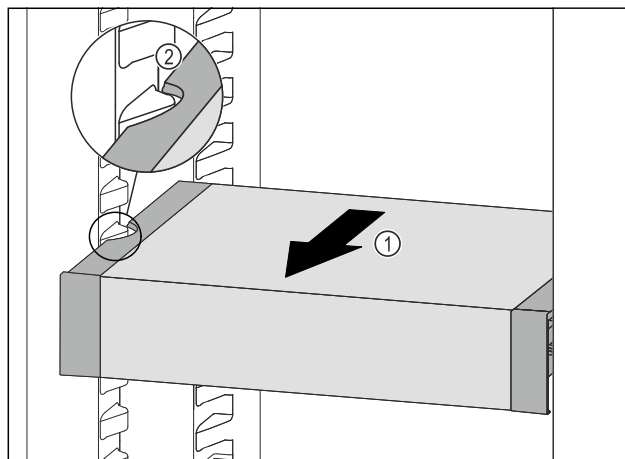

Fig. 95
- Táhněte VarioSafe dopředu Fig. 95 (1), dokud nebudou boční vybrání VarioSafe na úrovni žebrování na nádoby v chladničce. Fig. 95 (2)